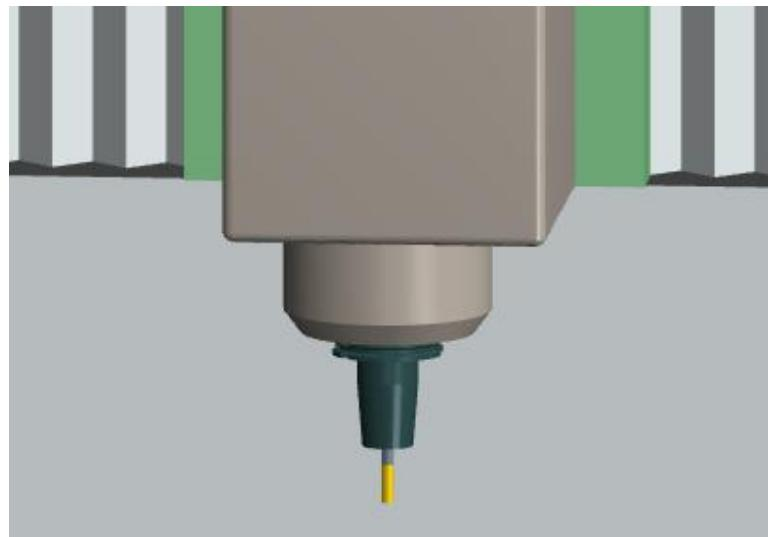

图 2 正确安装刀具体（示例）
- (6) 在 CMVM 软件中，选手完成刀柄的新建，导入自行设计的刀柄实体，实现立铣刀刀具和刀柄的组装，并正确安装在机床的主轴上，示意图如图 2 所示。